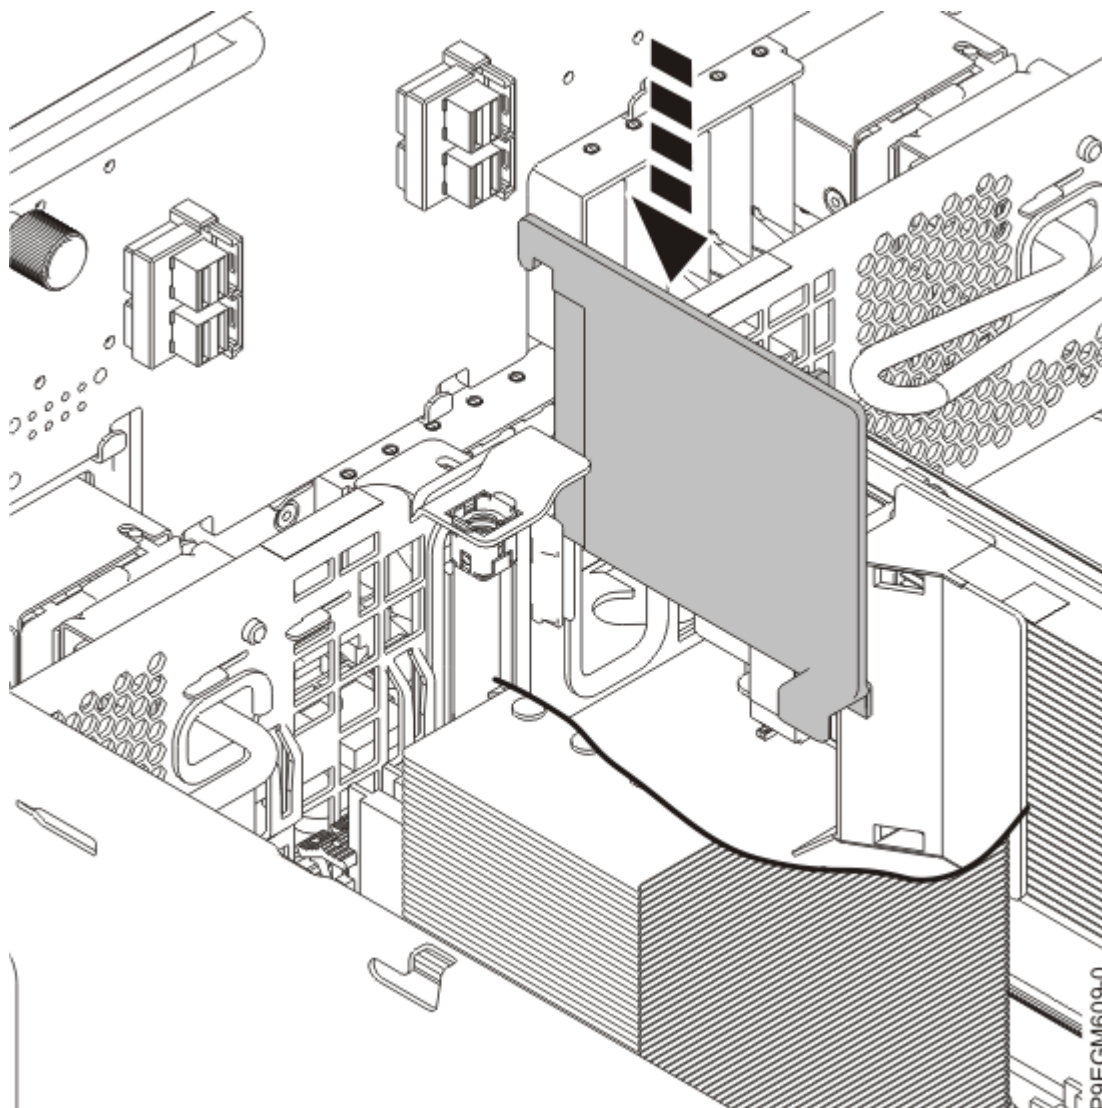

Figure 31. Installation du diviseur d'air
c) Abaissez le diviseur d'air pour le mettre en place, comme indiqué à la Figure 31, à la page 37.